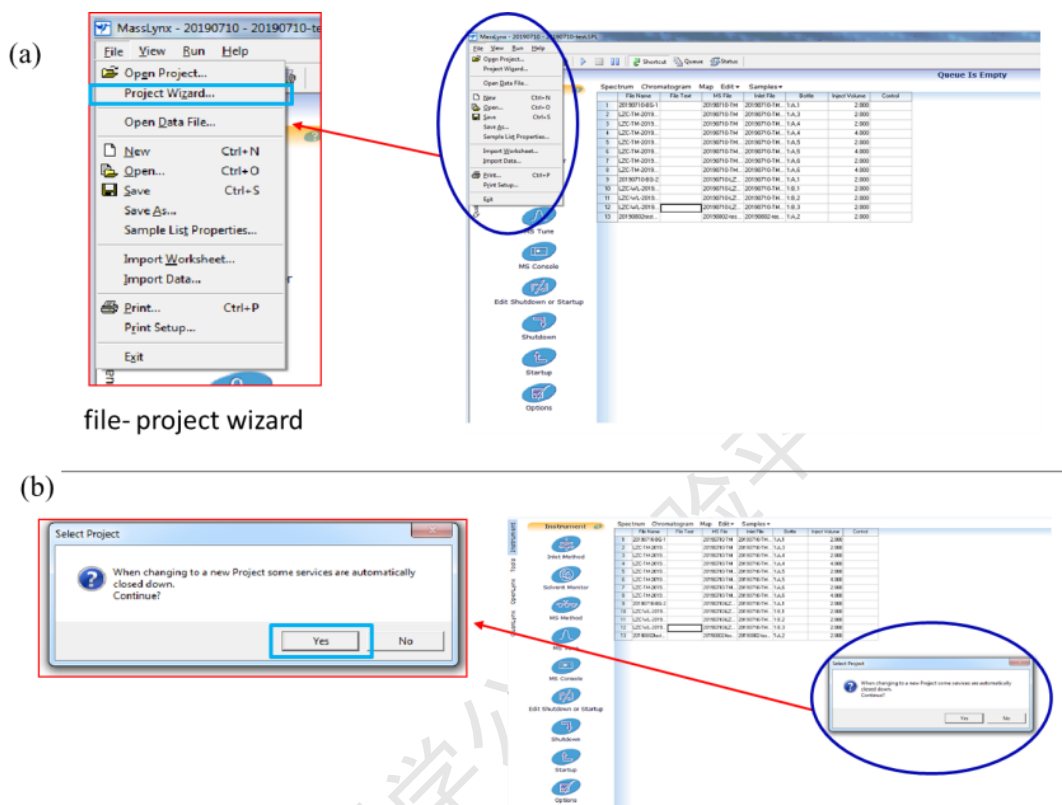

图 1-1 File - Project wizard 选项(a)及弹出对话框(b)
Step1. 点击 File - Project wizard(图 1-1(a), 蓝绿色方框), 弹出对话框(图 1-1(b)), 点击 Yes 进入项目新建向导(图 1-1 (a))。